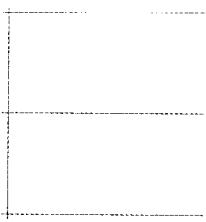

图 1-5 绘制第 2、3、4 条轴线
(7) 绘制开间方向轴线：单击屏幕左边绘图工具栏中的“直线”按钮 \square ，绘制第四条直线，命令行提示指定起始点位置，单击绘图区相应位置作为直线的起点，命令行要求指定直线的第二个点，输入 6300 后按 Enter 键。如图 1-5 所示。